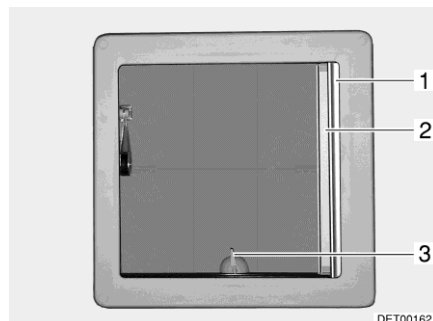
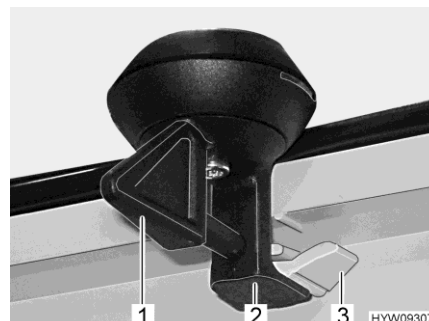

Fig. 70 Claraboya inclinable
Fig. 71 Bloqueo (claraboya inclinable)
- Girar la palanca (Fig. 70,3 ó Fig. 71,1) un cuarto de vuelta.
- Girar la palanca un cuarto de vuelta. El bloqueo (Fig. 71,2) tiene que deslizarse al interior de la pestaña inferior (Fig. 71,3).
- Extraer del estor plegable (Fig. 70,1) y soltarlo en la posición deseada. El estor plegable se queda fijo en esta posición.
- Tirar la mosquitera enrollable (Fig. 70,2) hasta que engatille en el bloqueo del lado contrario.